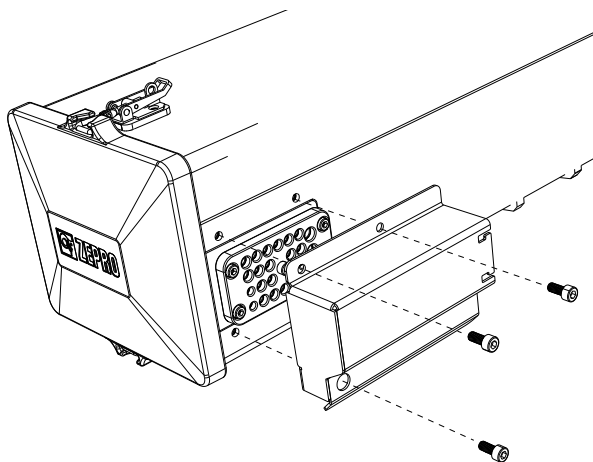

Figure 77. Capot de protection du presse-étoupe maintenu par trois vis
1. Retirez le couvercle de protection du passe-câble, il est monté avec trois vis, voir Figure 77.
2. Fixez le capot de protection du presse-étoupe avec les trois vis correspondantes, voir sections Figure 77.